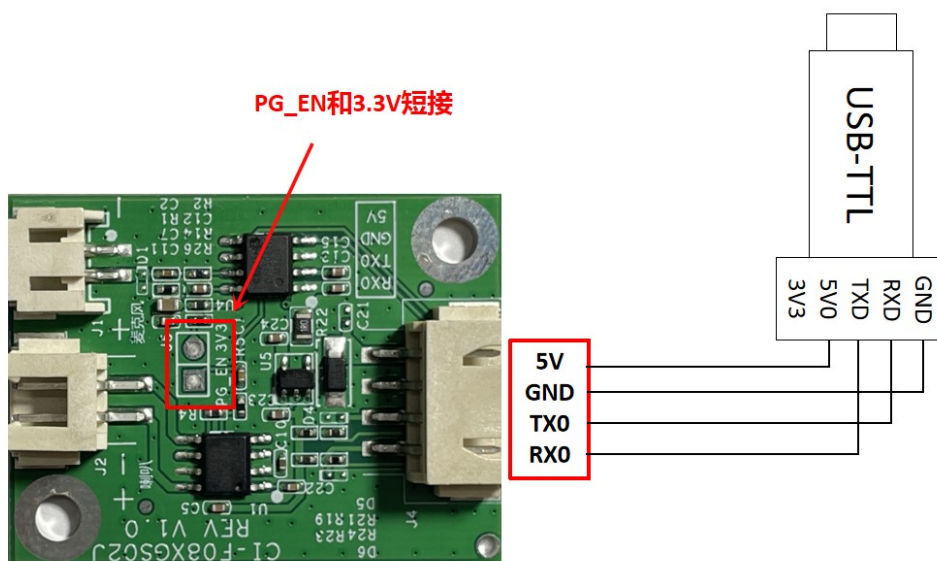

图 12 模块和 USB 转串口工具连接图
(1) 模块不能烧录并更新固件。出现上述问题后，请检查以下操作点：
- 注意要先把 TX0, RX0, GND 接上，然后烧录工具再勾选对应串口号（图 12），再供电 5V；